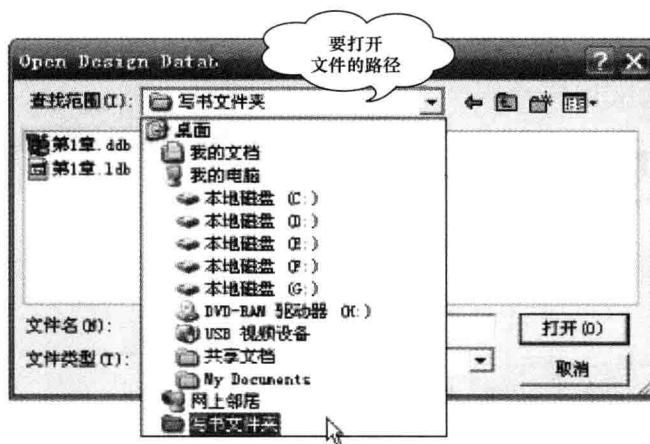
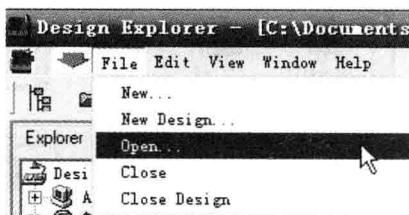

图 1-13 文件选择对话框
图 1-14 数据库打开方式二
**方法1** 单击主菜单上的 $\square$ 按钮，如图 1-12 所示，打开如图 1-13 所示的文件选择对话框，找到要打开的数据数据库文件，选择并打开。
**方法2** 执行菜单命令“File→Open”，如图 1-14 所示，打开如图 1-13 所示的文件选择对话框，找到要打开的数据数据库文件，选择并打开。